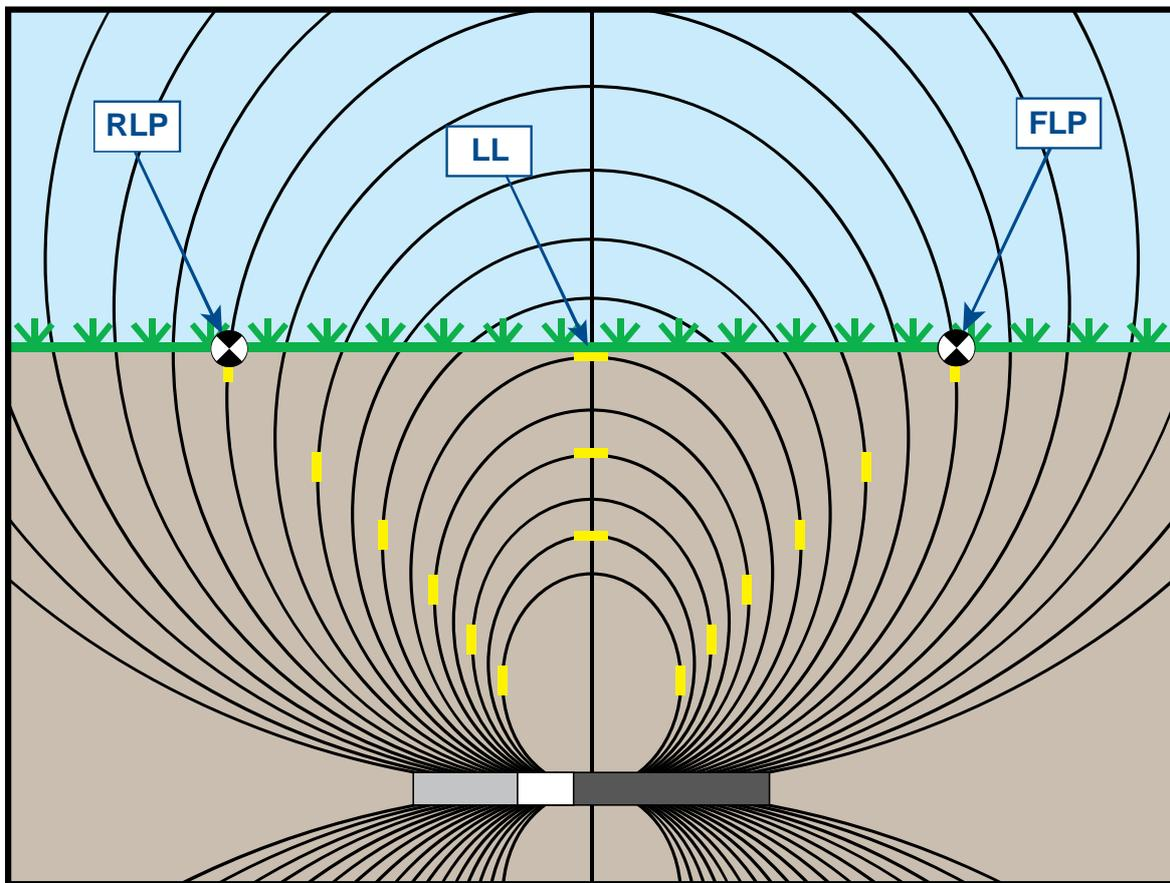

Abbildung B1. Flussfeld und Geometrie von FLP, RLP und LL (Seitenansicht)
Das vom Sender ausgestrahlte Signalfeld besteht aus einer Menge elliptischer Signale oder Flusslinien (siehe Abbildung B1). Die Flusslinien geben die Lage des Senders an. Wenn der Sender gegenüber der Geländeoberfläche eben ist, liegt die Ortungslinie (LL) direkt über dem Sender und die am Empfänger angezeigte Tiefe ist die tatsächliche Tiefe. Außerdem haben die Ortungspunkte (FLP und RLP) den gleichen Abstand vom Sender. Die LL befindet sich dort, wo die horizontalen Komponenten des Flussfelds mit der Geländeoberfläche zusammenfällt und FLP und RLP liegen in den Schnittpunkten der vertikalen Komponenten des Flussfelds mit der Geländeoberfläche. Einige der horizontalen und vertikalen Komponenten sind in Abbildung B1 durch kurze gelbe Linien gekennzeichnet.